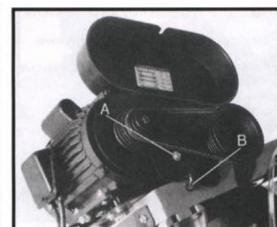

Fig. 2
5. Deslice la cubierta de la correa sobre los conjuntos de poleas y fíjela con tornillos y arandelas (A, Fig. 2).
6. Cierre la cubierta de la correa y asegúrela con la perilla de bloqueo (B).